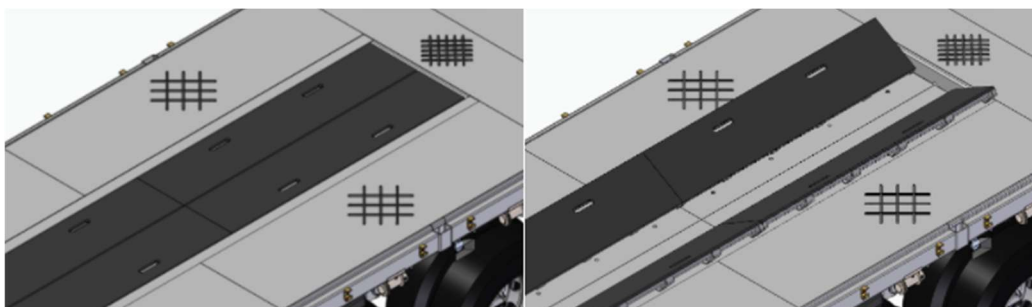

Fig. 1 - Berços recolhidos (esq.), berços posição carregamento (dir.)
- Mover os berços para a posição de carregamento (Fig. 1);